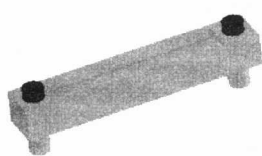
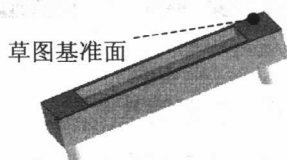

图 1.9 拉伸 3
图 1.10 草图基准面
(3) 定义切除深度属性。采用系统默认的切除深度方向；在“切除—拉伸”窗口 **方向 1** 区域的下拉列表中选择 **两侧对称**，输入深度值 250.0。
(4) 单击窗口中的  按钮，完成切除—拉伸 1 的创建。
Step5. 添加图 1.9 所示的零件特征——拉伸 3。
(1) 选择命令。选择下拉菜单 **插入(I)** → **凸台/基体(B)** →  **拉伸(E)...** 命令（或单击“特征(F)”工具栏中的  按钮）。
(2) 定义特征的横断面草图。
① 定义草图基准面。选取图 1.10 所示的平面作为草图基准面。